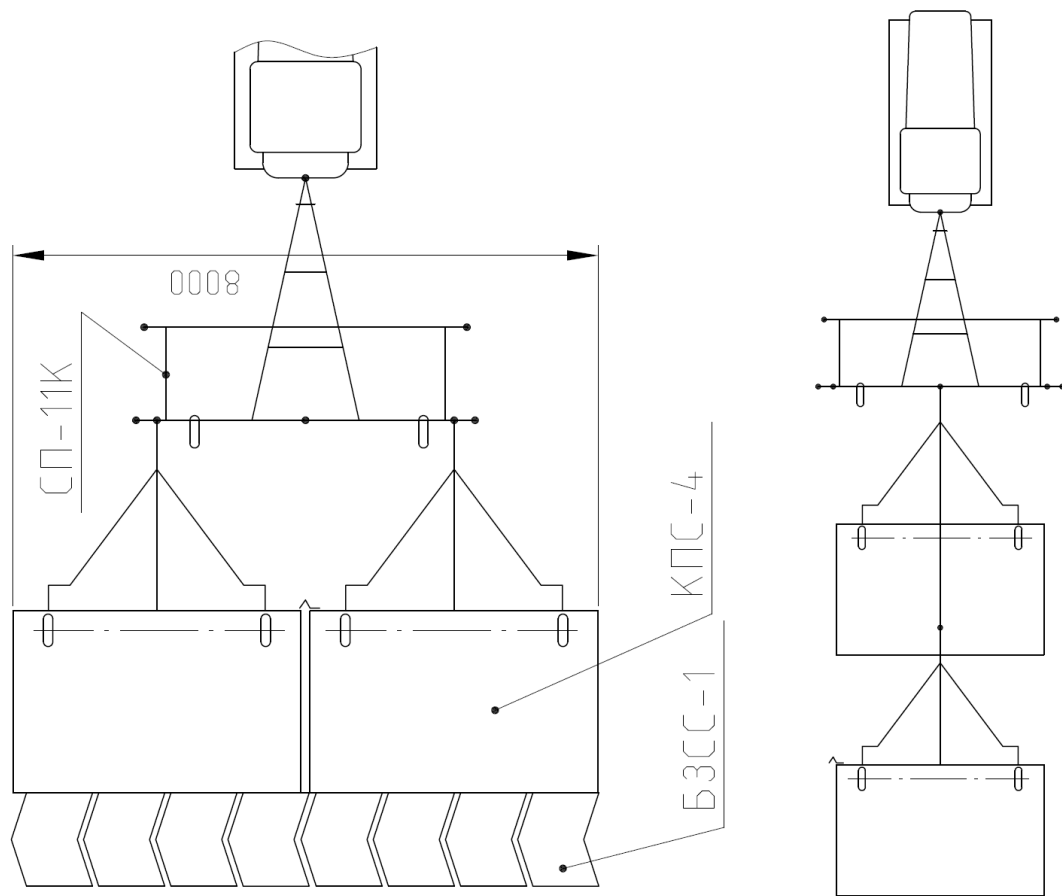
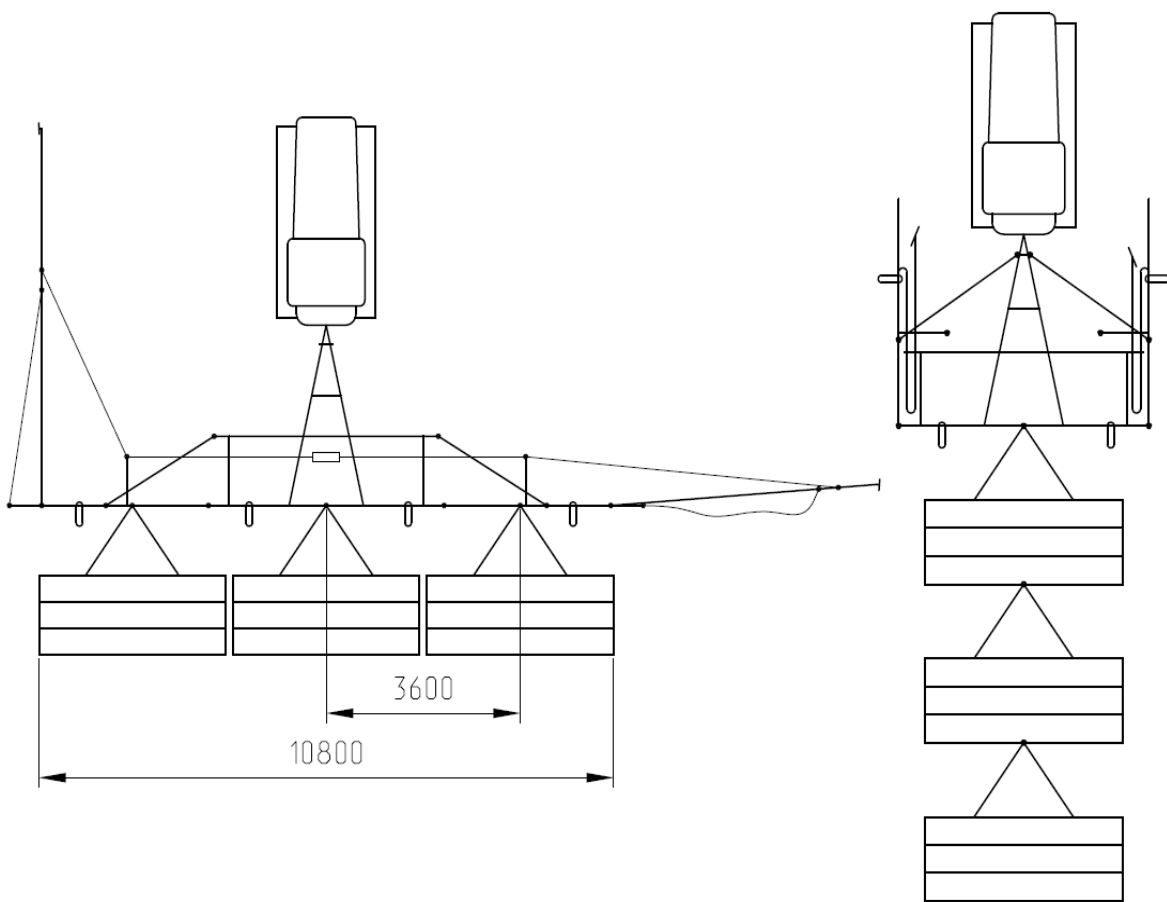

Рис.14 Схема агрегатирования сцепки с культиваторами (рабочее и транспортное положение)
Рис.15 Схема агрегатирования сцепки с сеялками СЗП-3,6 (рабочее и транспортное положения)
**Внимание!** Для транспортировки сцепки СП11К по дорогам общего пользования необходимо перевести ее в транспортное положение согласно (рис.15а), а именно:
- установите знак ограничения скорости 4 согласно рис.15а.
- Сборку вести согласно выбранной схеме (рис.14; рис.15).
Рис.15а Перевод сцепки в транспортное положение при транспортировке по дорогам общего пользования.